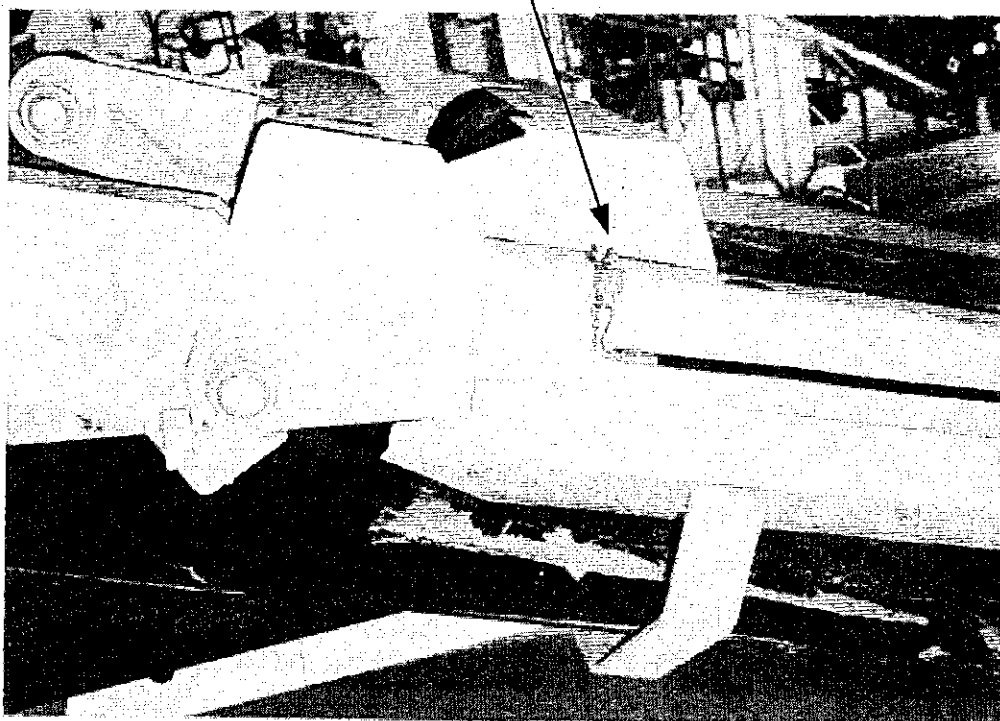

Fig. 8-8
- 9) Ingrassaggio cuscinetto rullo motore del nastro materiale intermedio fig. 8-8 part. 9 q.tà 2
- 11) Ingrassaggio cuscinetto rullo motore del nastro materiale sovra misura Fig. 8-8 part. 9 q.tà 2